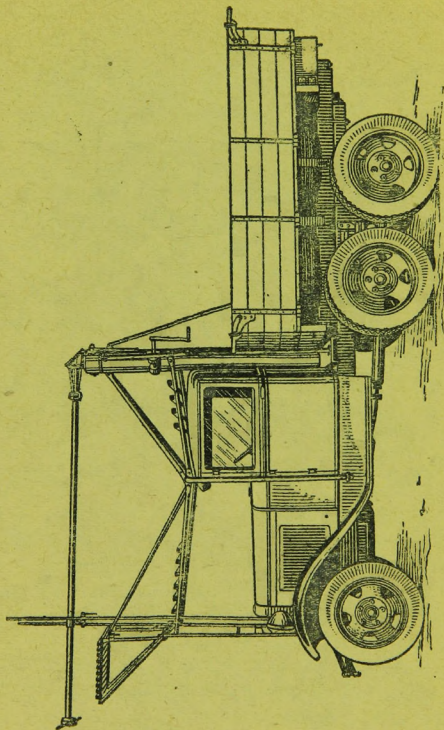

Рис. 1. Автостартер на шасси автомобиля ГАЗ-ААА
1. Автостартеры, монтированные на автомобилях ГАЗ-АА и ГАЗ-ААА (рис. 1), являются строевыми машинами и предназначаются для запуска авиационных моторов на самолетах в полевых и аэродромных условиях.